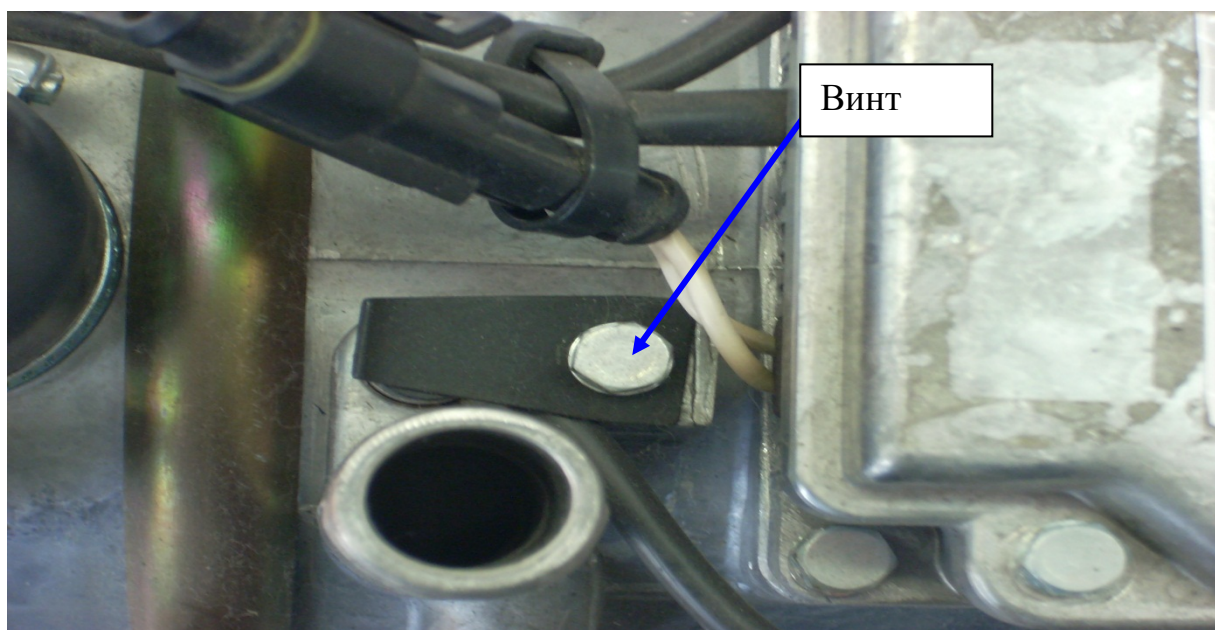

Рис.9 - Установка и демонтаж датчика температуры
Демонтаж датчика температуры проводить следующим образом (см. рис.9):
- отвернуть винт (см. рис.9), снять прижим с датчика и извлечь датчик из корпуса нагревателя;